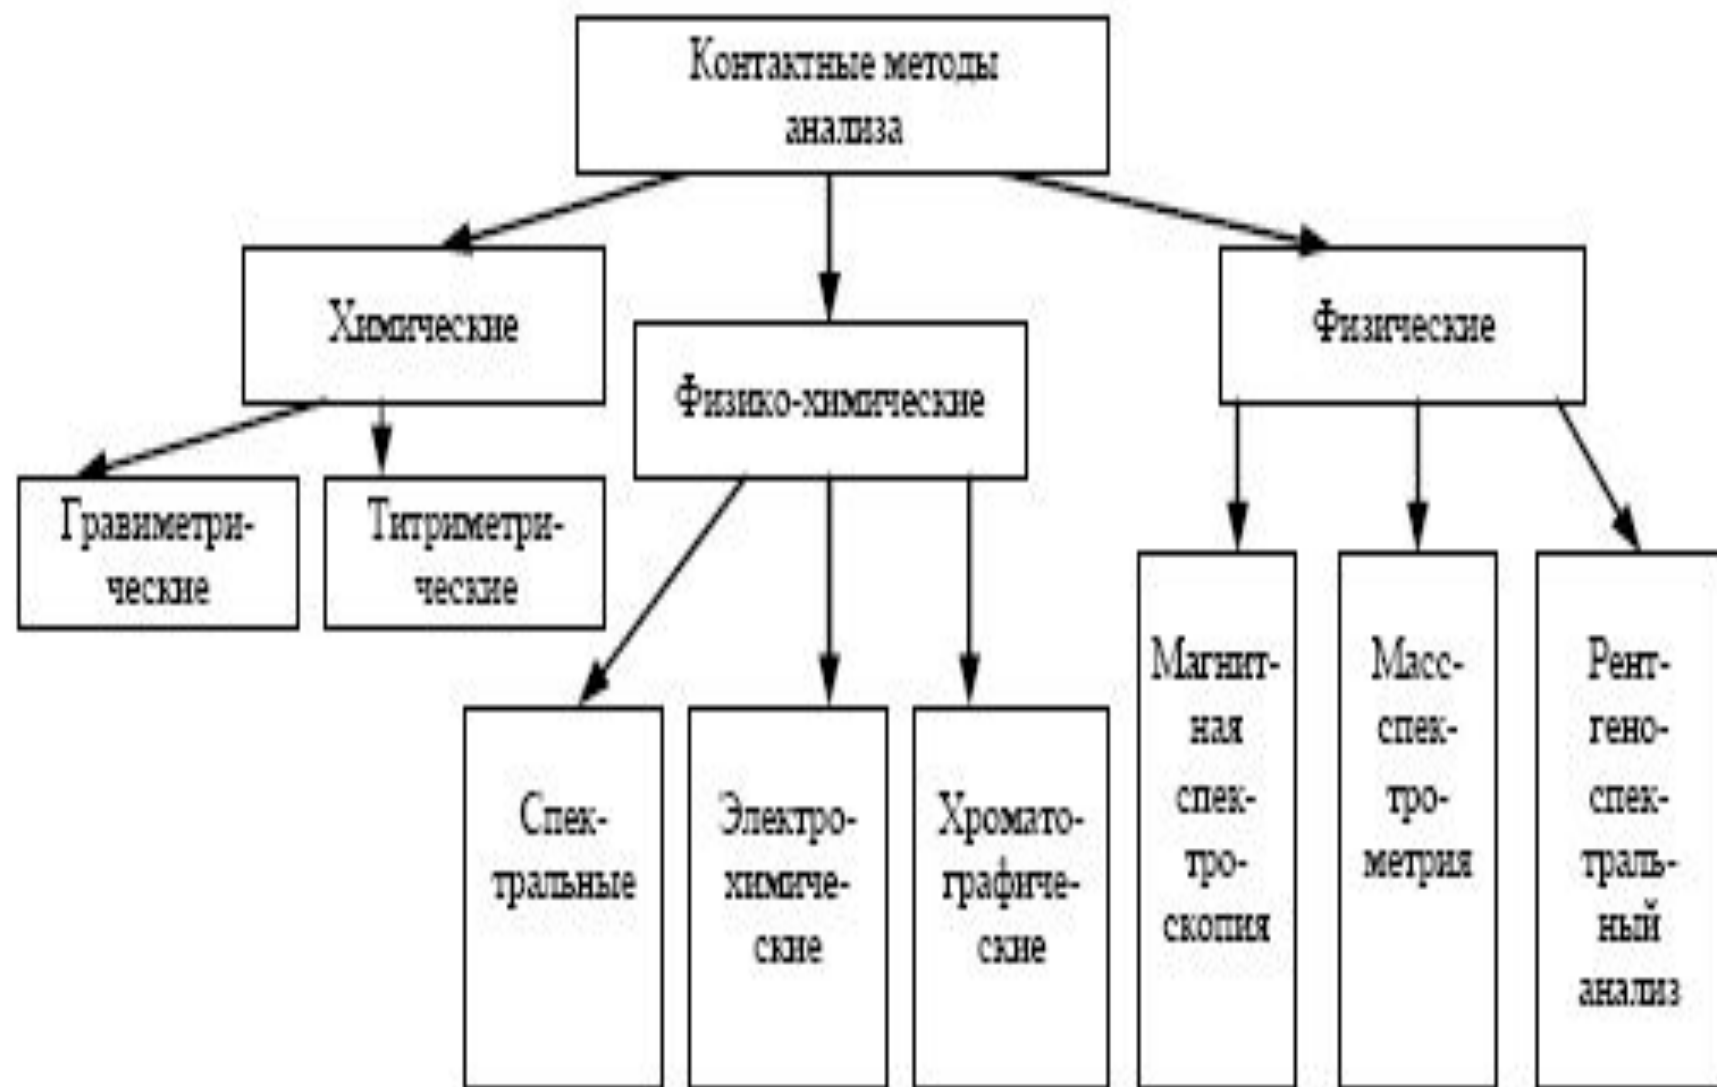

Рис. 1.8. Структура контактных методов наблюдения и контроля за состоянием окружающей среды
- Классификация контактных методов контроля приведена на рис. 1.8.